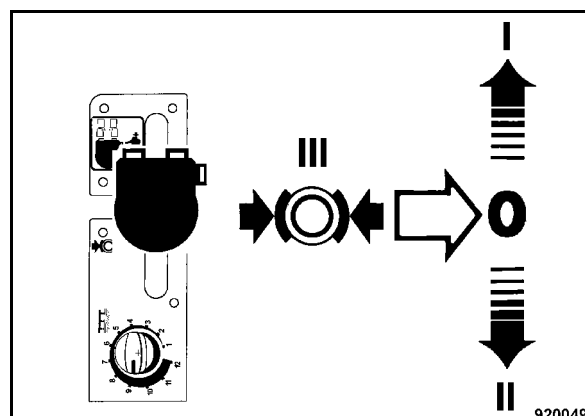

Fig. 73
- Disimpegnare la leva di marcia (Fig. 73) dalla posizione di arresto "III" muovendola verso l'interno in posizione zero.